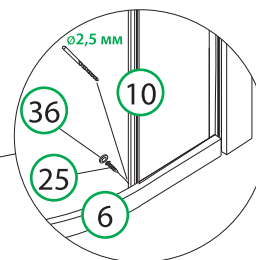

Рис. 13 / 13-сур.
10. Установите алюминиевый профиль на неподвижную стеклянную панель и прикрутите его к верхнему и нижнему профилю (рис. 13).